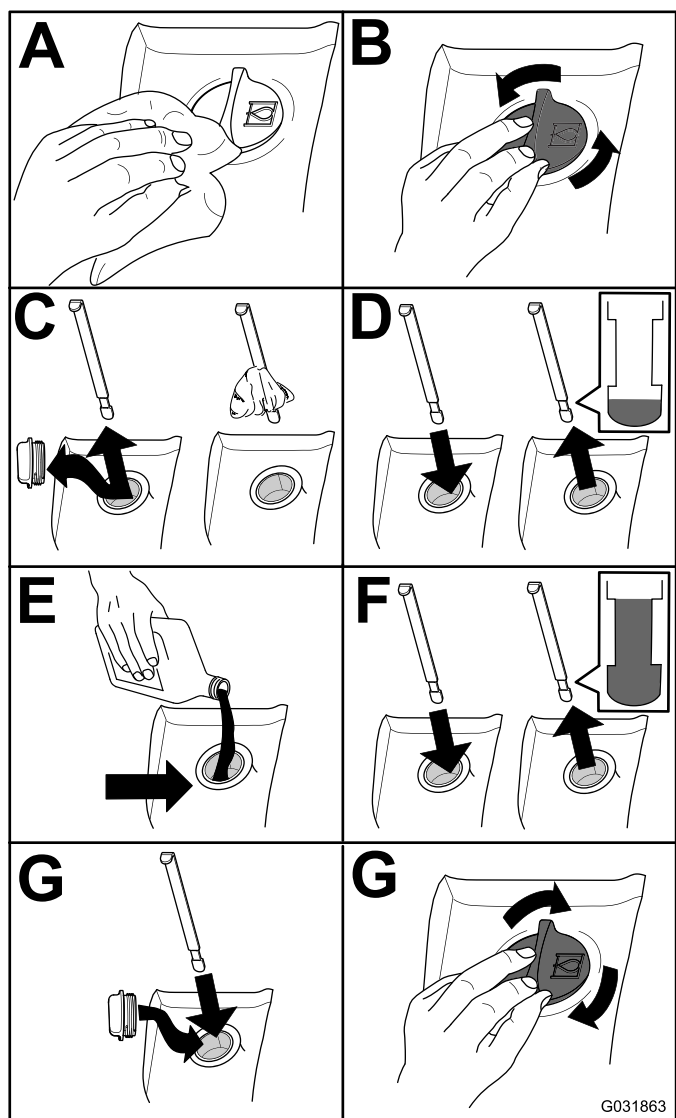

Рисунок 99
2. Проверьте уровень гидравлической жидкости (Рисунок 99).